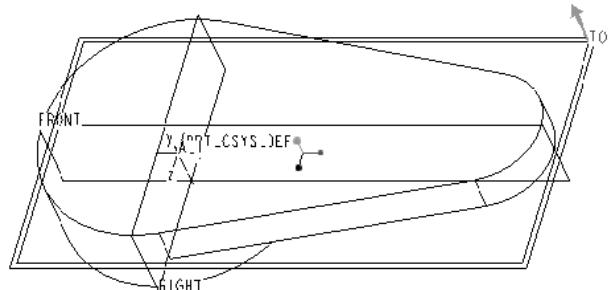
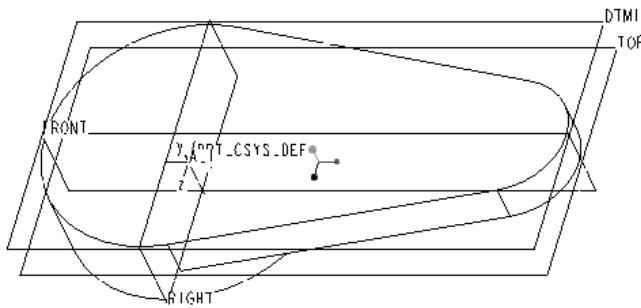

图 3.31 偏移方向
图 3.32 生成偏移平面后的情况
(2) 选取【参考】下拉列表框中的【偏移】选项，选择平面 TOP 作为偏移基准，然后在【平移】输入框中输入 3，单击【确定】按钮。同时系统给出了偏移方向，如图 3.31 所示。单击【完成】按钮，偏移结果如图 3.32 所示。